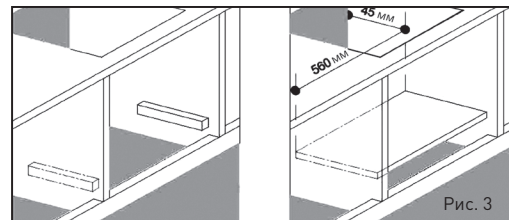

Рис. 3
1. Вставьте заднюю часть навесного элемента штырем в дальнее отверстие на боковой стенке и потяните ее вниз (Рис. 3).
Предпочтительнее установить духовку так, чтобы она держалась на двух деревянных планках. Если прибор располагается на сплошной плоской поверхности, то размер ниши должен быть не менее 45x560 мм (Рис. 3).